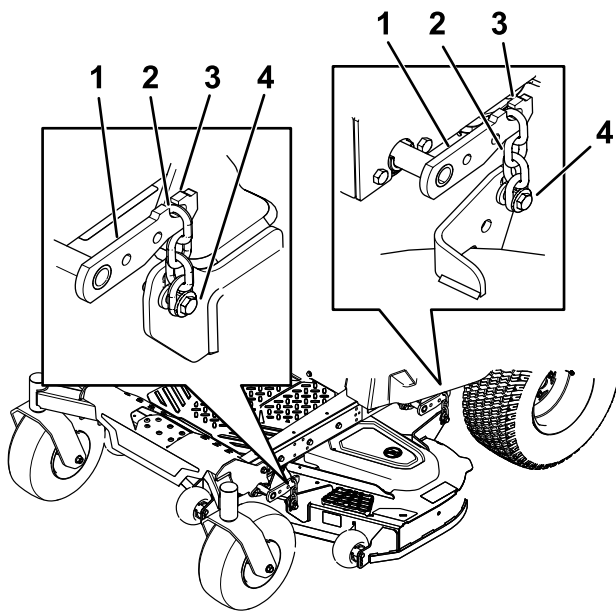

Bild 75
5. Lösen Sie die Einstellschrauben an allen vier Ecken, sodass das Mähwerk sicher auf allen vier Blöcken sitzt (**Bild 75**).
6. Stellen Sie sicher, dass alle vier Ketten gespannt sind (Bild 75).
7. Ziehen Sie die vier Einstellschrauben an (Bild 75).